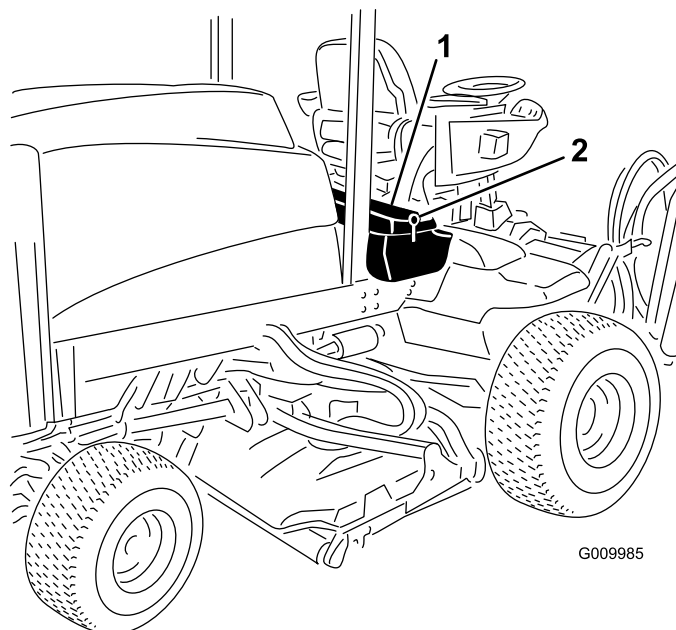
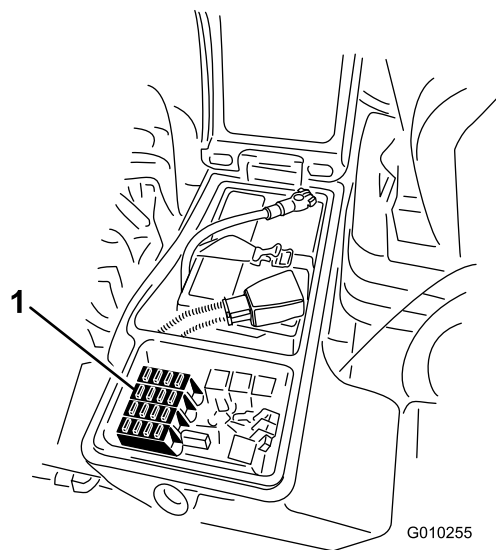

Рисунок 50
Рисунок 51
1. Ослабьте фиксацию защелки крышки правого вещевого отсека и поднимите крышку (Рисунок 50), чтобы получить доступ к блоку предохранителей (Рисунок 51).
2. Замените открытый плавкий предохранитель (предохранители) при необходимости (Рисунок 51).
3. Закройте крышку правого вещевого отсека и зафиксируйте ее защелкой (Рисунок 50).